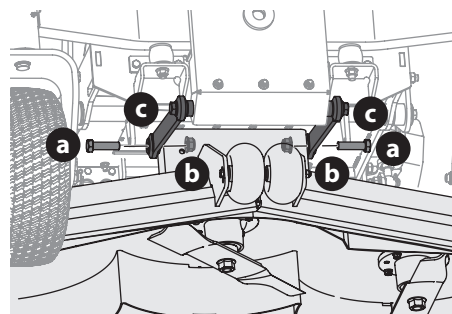

Fig. 51
5. Extraiga los tornillos hexagonales (a) y las tuercas de seguridad bridadas (b) que sujetan las varillas de control frontal de la plataforma (c) a la plataforma (Fig. 51).